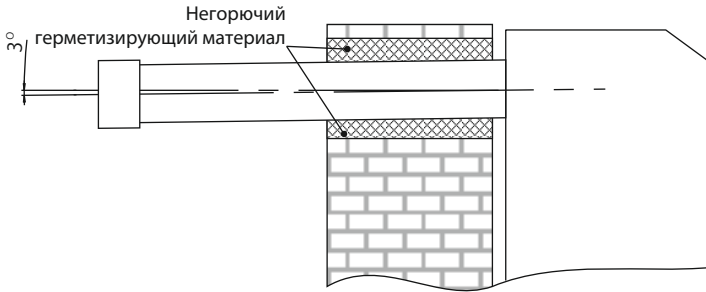

Рис. 4. Обязательный наклон трубы коаксиального дымохода 3° для стока конденсата.
6.12.2. Для предотвращения стекания конденсата в котел, труба коаксиального дымохода должна иметь уклон 3-4° относительно уровня земли в направлении выхода продуктов сгорания, как показано на рис. 4